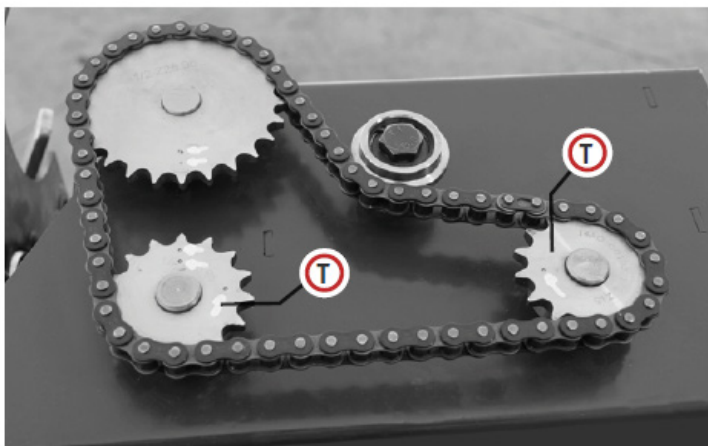
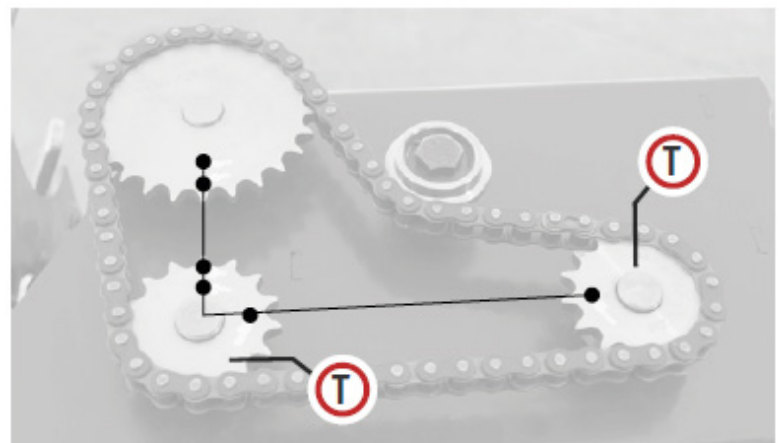

Fig.29
Fig.29b
Cuando los nudos están demasiado flojos, lo que significa que pueden ser desatados fácilmente por el producto empacado, mueva el engrane (T) (Fig. 29) dando un paso en el sentido de las manecillas del reloj para anticipar todos los movimientos del torcedor. La posición de sincronización anterior ahora se cambió (Fig. 29b).